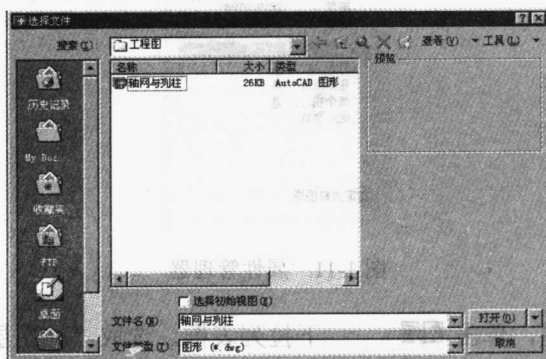

图 1-12 “选择文件”对话框
(1) 打开轴线与列柱文件：选择“文件”→“打开”命令，或单击工具栏上的“打开”按钮，会出现如图 1-12 所示的“选择文件”对话框，然后选择“轴网与列柱”文件，再单击“打开”按钮打开文件。